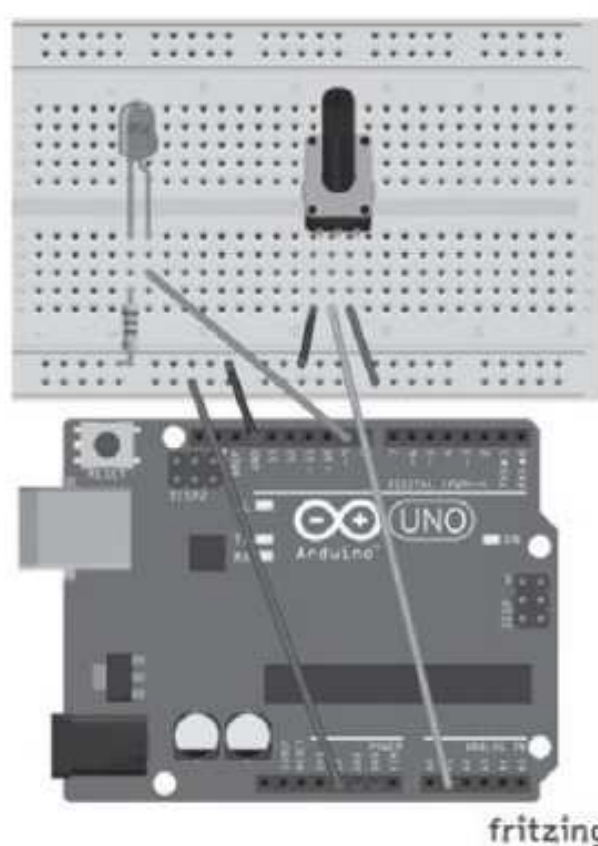

Figura 4.8 – Entradas e saídas digitais.
Conforme ilustra a Figura 4.8:
- e) Conecte o potenciômetro na protoboard conforme a Figura 4.8 (botão de girar virado para você).